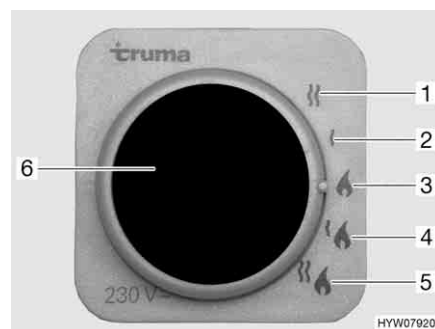

Fig. 190 Selettore di energia per riscaldamento/boiler
- Funzionamento a gas (Fig. 190,3)
- Funzionamento elettrico a 230 V con gradi di potenza da 900 W (Fig. 190,2) oppure 1800 W (Fig. 190,1)
- Funzionamento a gas e funzionamento elettrico a 230 V (funzionamento misto) con gradi di potenza da 900 W (Fig. 190,4) oppure 1800 W (Fig. 190,5)
Se viene selezionato il funzionamento elettrico a 230 V, la spia gialla di controllo si accende (Fig. 190,6).